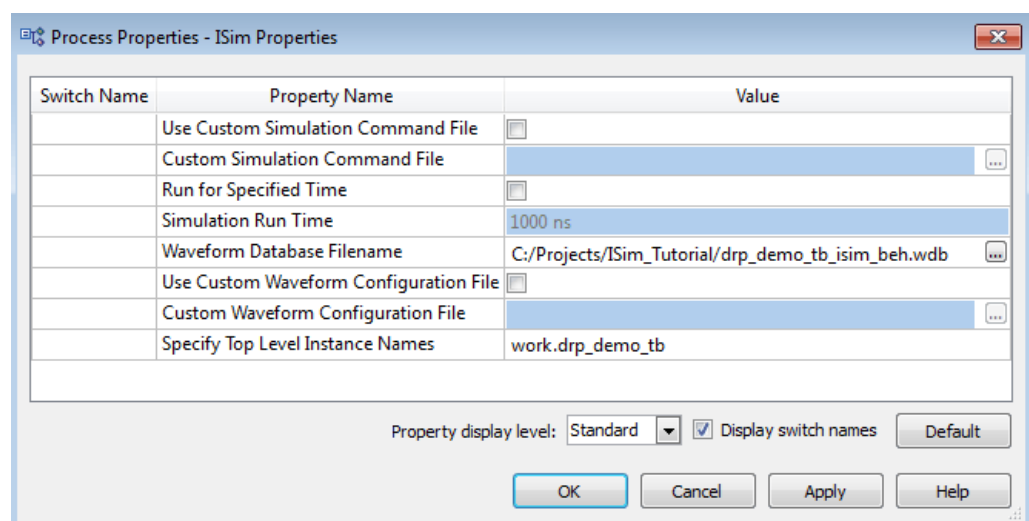

図 2-12 : [Process Properties - ISim Properties] ダイアログ ボックス
3. [ISim Simulator] の下位に表示されている [Simulate Behavioral Model] を右クリックして [Process Properties] をクリックし、[Process Properties - ISim Properties] ダイアログ ボックスを表示します (図 2-12)。
4. [Run for Specified Time] をオフにしてから [OK] をクリックします (図 2-12)。